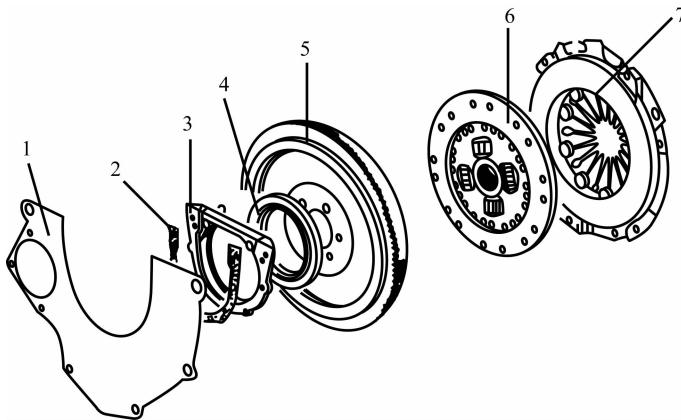

图 2-4 后端飞轮与附属装置
(4) 飞轮与曲轴凸缘有 6 个不对称布置的紧固螺栓,其紧固力矩为  $75 \text{ N} \cdot \text{m}$ 。安装飞轮时,螺栓上应涂 D6 防松胶。
(5) 曲轴后端飞轮与附属装置的拆卸顺序如图 2-4 所示。